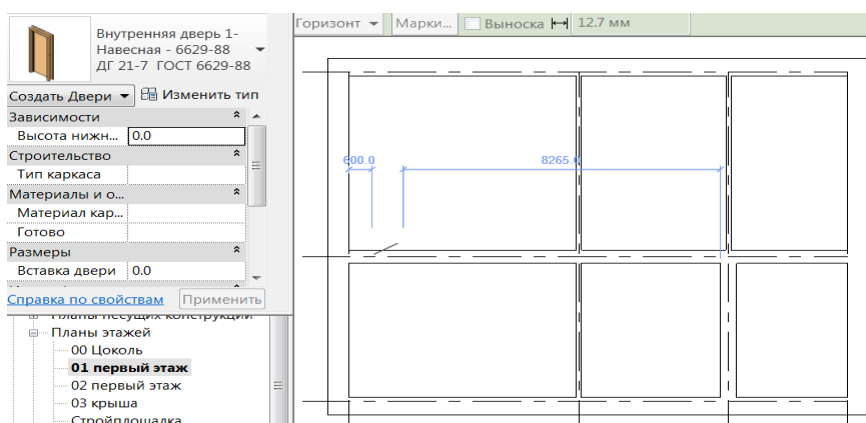

Рис. 60
3. Навести курсор на стену для отображения образца двери для просмотра. По умолчанию временные размеры указывают расстояния от осевой линии двери до осевых линий ближайших перпендикулярных стен. Когда образец для просмотра займет требуемое местоположение на стене, щелкнуть для размещения двери (рис. 60).